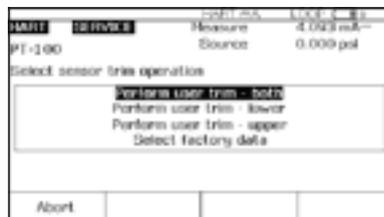

Figura 8.
5. Se o teste **As Found** falhar (ou seja, se houver erros realçados na tabela de resumo de erros), será necessário fazer ajustes. Pressione a tecla de função **Adjust** (Ajustar). Selecione **Sensor Trim** (Ajuste do Sensor) e pressione **ENTER**. (Não selecione **Pressure Zero Trim** [Ajuste de Zero de Pressão]. É o mesmo que ajustar o ponto inferior do sensor em zero, o que é útil para transmissores de pressão que não oferecem ajuste de sensor.) A tela do 754 deve ser semelhante à da Figura 8.